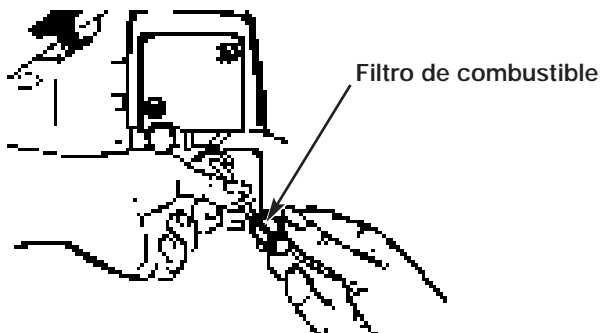

Fig. 31
2. Jalar hacia afuera con un movimiento giratorio (Fig. 31).